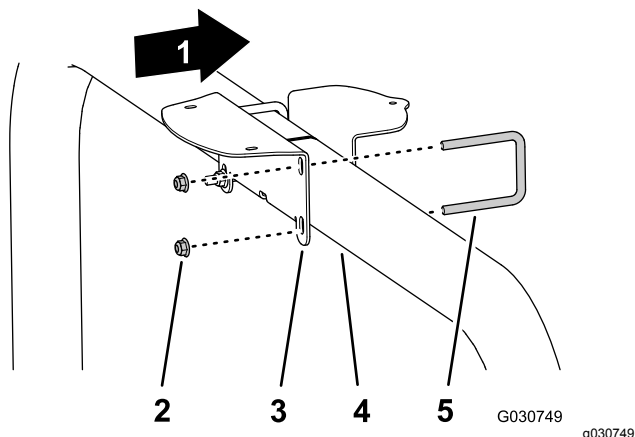

図 149
- WAASwide area augmentation system付き GNSS を搭載している機体では、U ボルト2本とフランジロックナット4個3/8 inchを使用する図 149。